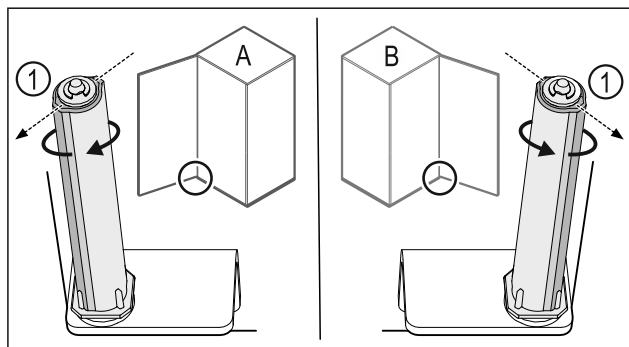

Fig. 37 Levo omejilo (A) / desno omejilo (B)
- Obrnite zaporni sistem proti upor, dokler ni mostiček zapornega sistema Fig. 37 (1) obrnjen navzven.